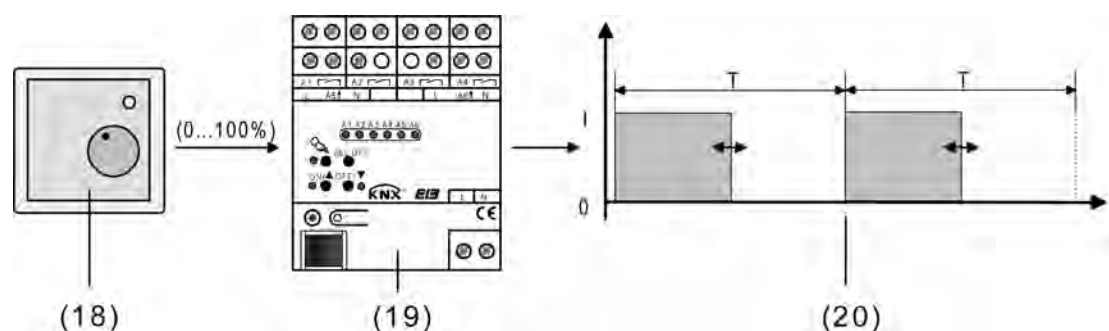

Bild 57: Stellgrößenprinzip bei stetiger Stellgröße
(15) Raumtemperaturregler (RTR) (Stellgröße "1 Bit")
(16) Raumaktor
(17) Schaltendes Ausgangssignal für Ventilantriebe
Das über das 1 Byte Objekt "Stellgröße" empfangene Werttelegramm wird im Normalbetrieb durch den Aktor in ein äquivalentes pulswidenmoduliertes Schaltsignal an den Ventilausgängen umgesetzt (Bild 57). Der aus dieser Modulation resultierende Mittelwert des Ausgangssignals ist unter Berücksichtigung der im Aktor einstellbaren Zykluszeit (T) ein Maß für die gemittelte Ventilstellung des Stellventils und somit eine Referenz für die eingestellte Raumtemperatur (siehe "Pulsweitenmodulation bei stetigen Stellgrößen und stetigen Soll-Ventilpositionen").